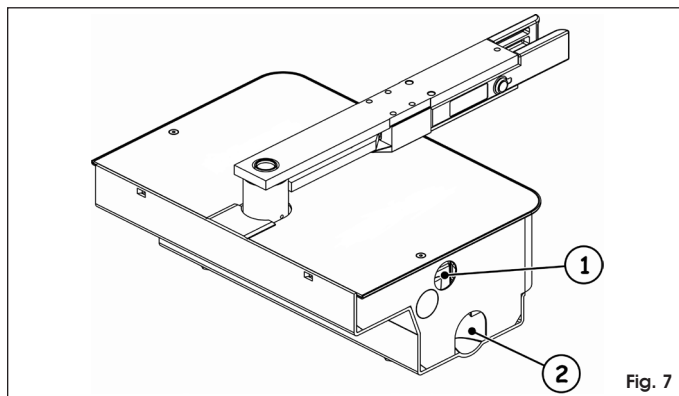

Fig. 7
6. Leg een pvc-buis met een doorsnede van 35 mm aan, voor de 4-polige elektriciteitskabel, tot aan de elektronische bedieningsapparatuur (Fig 7 ref. ①). Daarnaast wordt aangeraden een draineerbuis voor regenwater aan te leggen tot aan het dichtstbijzijnde afvoerkanaal (Fig. 7 rif. ②).